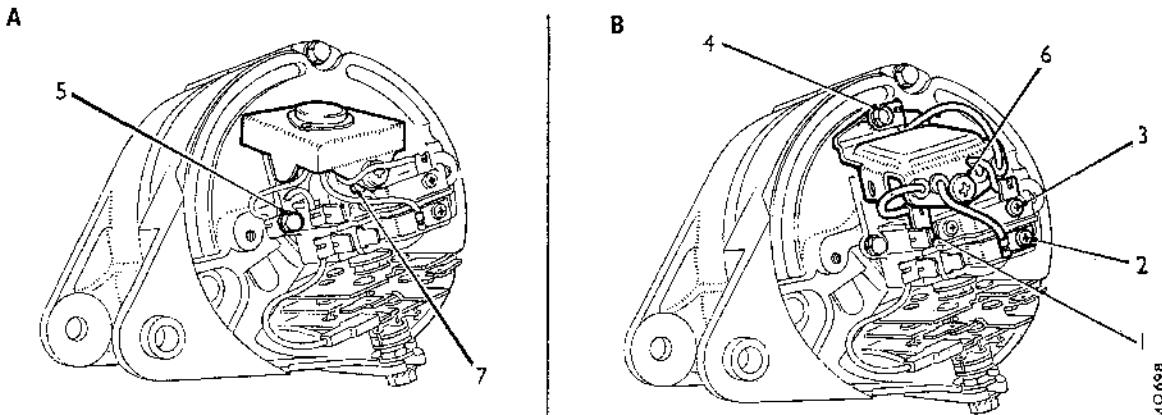

Fig. Nb.12
- (1) Comprobar que está bien tensada la correa del ventilador y que todas las conexiones del circuito de carga están bien seguras.
- (2) Poner en marcha el motor en malentendido acelerado hasta que se alcance la temperatura normal de funcionamiento y verificar que la batería está completamente cargada.
- (3) Desconectar del alternador ambos bloques conectores.
- (4) Conectar el encendido y poner en circuito un voltímetro con su polo negativo a masa y el positivo, sucesivamente, a cada placa de conexión de cable de los dos bloques conectores. Si algún cable no tiene voltaje de la batería, localizar y reparar el defecto.
- (5) Quitar la tapa final del alternador.
- (6) Los conductores del regulador incorporado al alternador, no van marcados. Referirse a la Fig. Nb.12 y hacer un puente entre el conector del inductor del regulador y un punto adecuado de masa, tal que la patilla de toma de masa.
- (7) Remontar en el alternador el bloque conector de tres ranuras. No montar el bloque conector de dos clavijas, pero, en su lugar, montar un amperi-